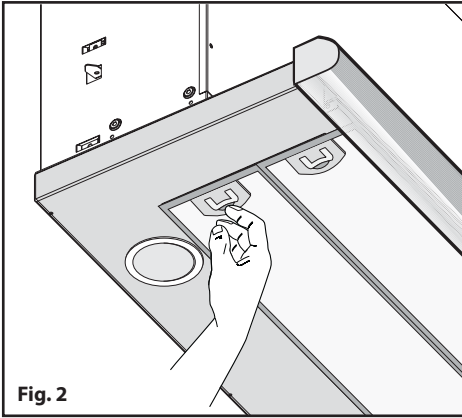

Fig. 2
- Pour une meilleure maniabilité de l'appareil, ôtez le(s) filtre(s) anti-gras (**Fig.2**).